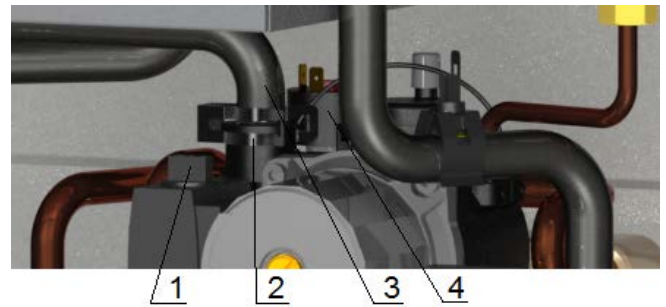

**Рис. 15** Демонтаж гидрогруппы
- отсоединить трубку бака (2), вытащив скобу крепления (1) и ключом на 22 отвернув гайку (10), см. рисунок 15;
- отсоединить штуцер манометра (4), вытащив скобу крепления штуцера (3) из корпуса насоса;
- отвернуть гайку (5) и отвести в сторону трубу выхода КО (6);
- отвернуть гайку (8) и отвести в сторону трубу (7);
- снять с трубы датчик температуры контура ГВС (9);